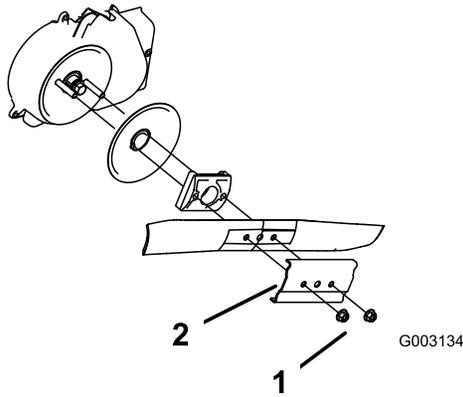

Figure 39
- Retirez les 2 écrous de la lame et le renfort (Figure 39).
- Déposez la lame (Figure 39).
- Posez la nouvelle lame (Figure 39).